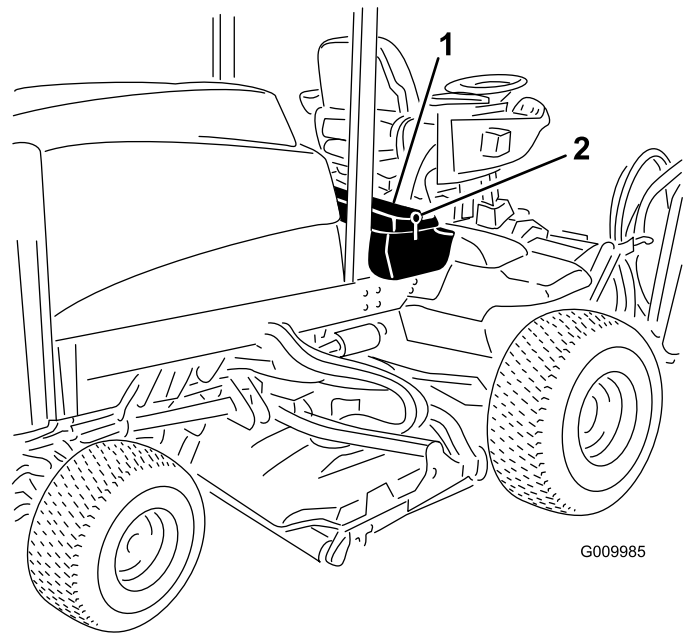
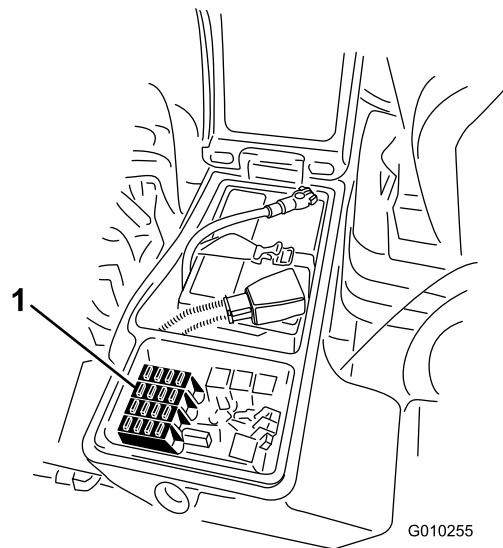

Figura 94
Figura 95
(Figura 94) per esporre il portafusibili (Figura 95).
- Sostituite il fusibile aperto (o fusibili aperti) come opportuno (Figura 95).
- Chiudete il coperchio del vano portaoggetti di destra e fissatelo con il dispositivo di chiusura (Figura 94).